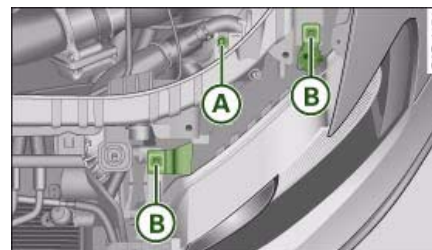

Fig. 251 Faro principal: Fijaciones marcadas
- Suelte el tornillo de fijación inferior del faro principal ⇒ fig. 251 (A).
- Retire los dos tornillos de fijación superiores del faro principal ⇒ fig. 251 (B).